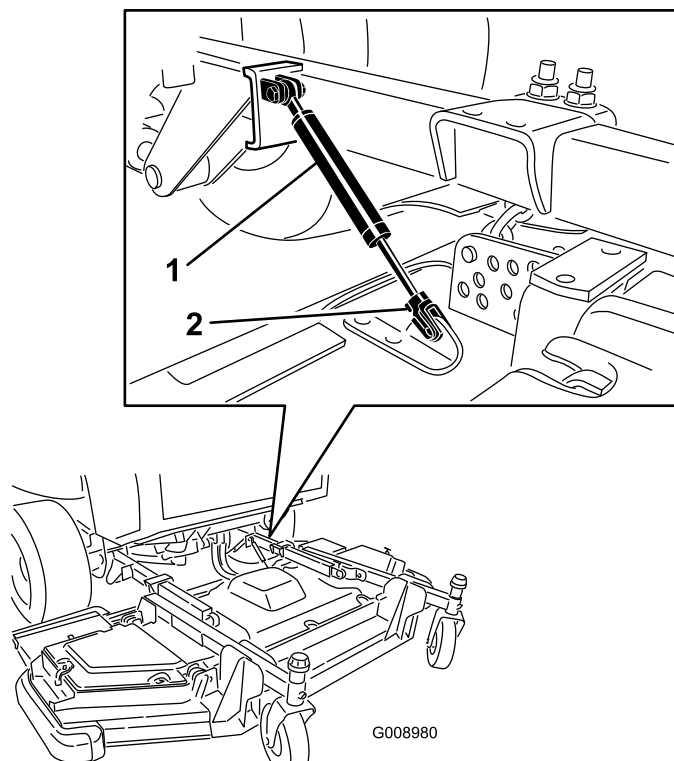

Figure 90
3. Retirez le clip de retenue et détachez l'amortisseur du tablier de coupe (Figure 90).